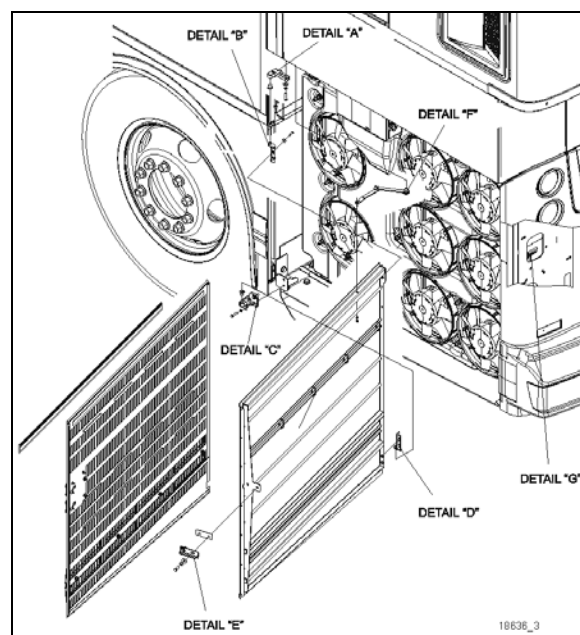

FIGURE130:PORTE DU RADIATEUR
6. Desserrer les boulons (détails "A" & "C", Figure130) supportant la charnière à la structure du véhicule pour ajuster la porte vers la gauche ou vers la droite à l'aide des rainures (trous de montage)
7. Desserrer les boulons (détails "B" et "D", Figure130) pour ajuster la porte verticalement (de haut en bas)